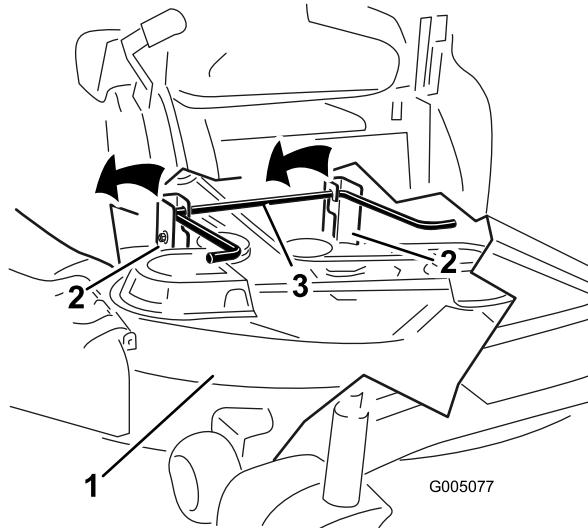

Bild 48
- Heben Sie das Mähwerk und die Hängeprofile über die hintere Hubstange und senken Sie das Mähwerk vorsichtig auf den Boden ab (Bild 48).
5. Heben Sie das Heck des Mähwerks an und führen Sie die Hängeprofile über die hintere Hubstange (Bild 48).